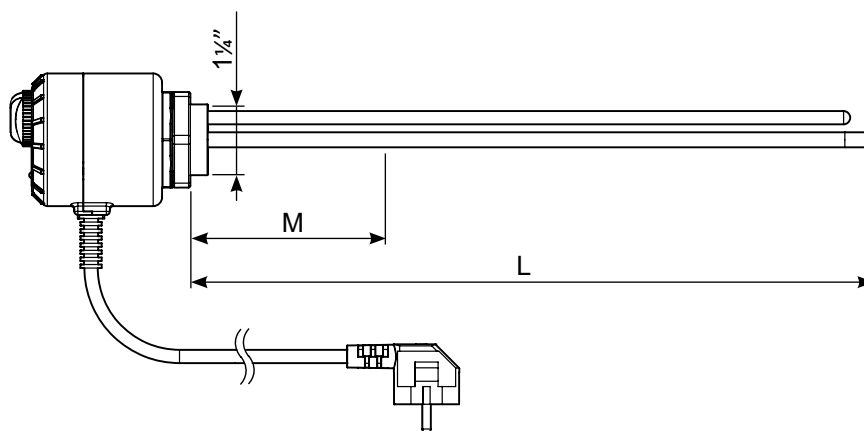

Рис. 6. Размеры нагревательного модуля ME 0015.
* измеренная с переднего конца головки нагревателя (см. рис. 6 и 7.)